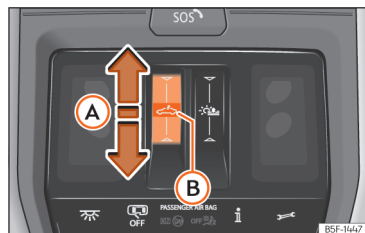

Fig. 86 No revestimento interior do teto: botão do teto de vidro.
- Movimento automático: deslize o dedo para trás sobre a área funcional **Fig. 86 A**.
- »» Fig. 86 A e mantenha pressionado até o teto se fechar totalmente.